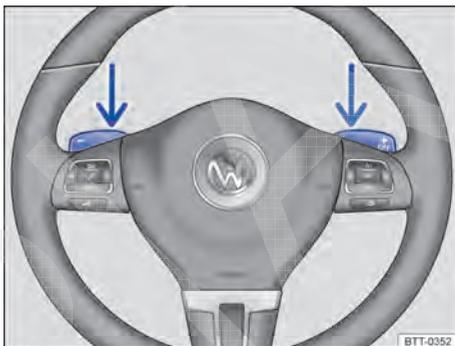

Fig. 150 Volante com 2 seletores basculantes do Tiptronic.
- No programa de condução **D**, **S** ou no curso do Tiptronic, acionar os seletores basculantes no volante ⇒ Fig. 150.